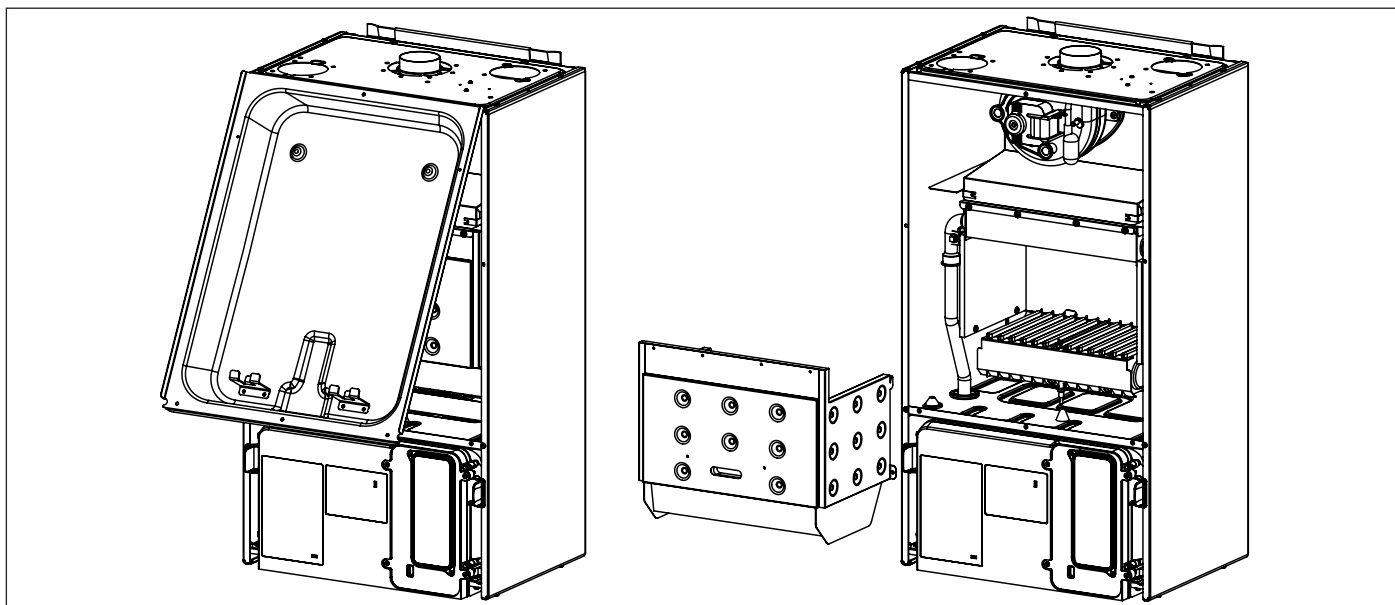

Рис. 38 Разбор камеры сгорания
- Снять переднюю панель камеры сгорания (смотри Рис. 38 Разбор камеры сгорания).